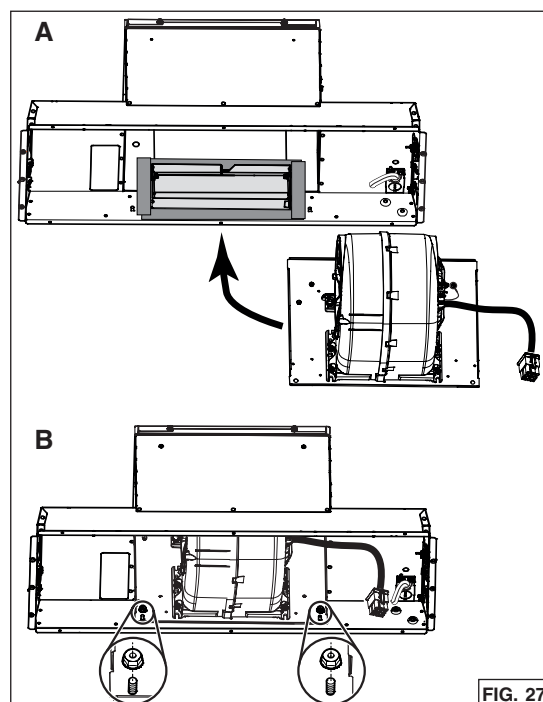

FIG. 27
5. Insérer le ventilateur avec sa plaque à l'intérieur de la hotte, à l'endroit où se trouvait la plaque arrière (A). Fixer la plaque à la hotte avec les 2 écrous retirés précédemment à l'étape 7 en page 12 (B) (FIG. 27).